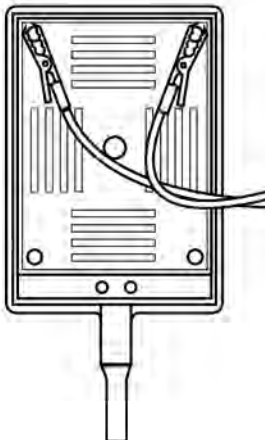

Figura 17 Collegamento del connettore del trasduttore
- b** Collegare i conduttori rossi al connettore del trasduttore come illustrato nella **Figura 17**.